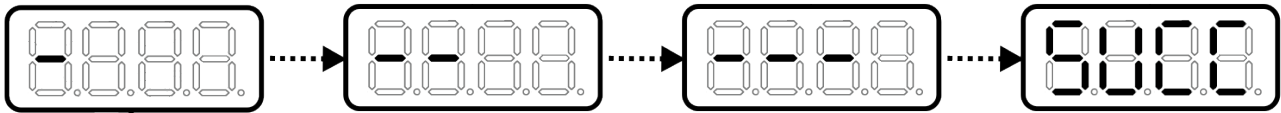

Рисунок 22. Визуальное отображение процедуры идентификации обмотки статора двигателя.
- Процесс идентификации особым образом визуализируется (рис.22).